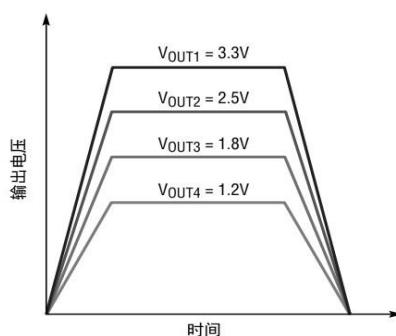
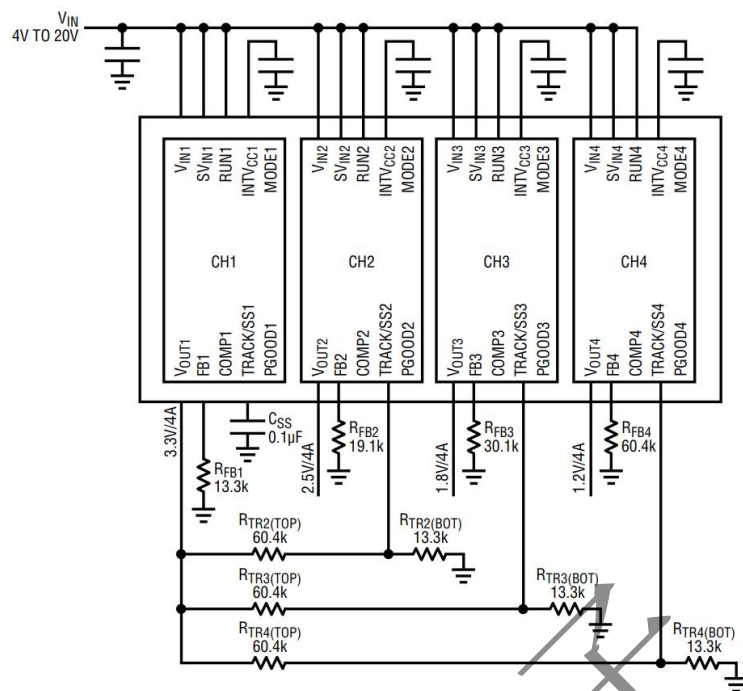
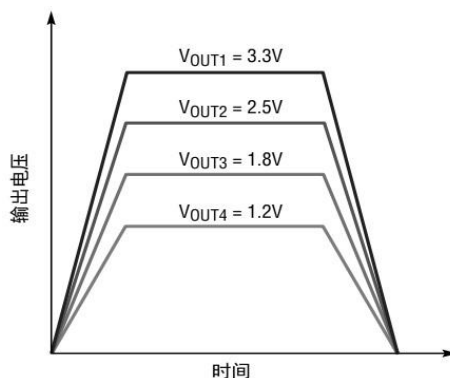

图 18 输出比例跟踪波形
图 19 输出比例跟踪原理图
图 20 输出重合跟踪波形
其中 CSS 是 TRACK/SS 引脚上的电容。在软启动过程中，电流折返和强制连续模式被禁用。输出电压跟踪还可以使用每个稳压器通道的 TRACK/SS 引脚进行外部编程。输出可以用另一个调节器上下跟踪。图 18 和图 19 显示了比率跟踪的示例波形和原理图，其中从稳压器（VOUT2、VOUT3 和 VOUT4）的输出压摆率与主稳压器（VOUT1）成正比。
RFB (SL) 是反馈电阻。RTR (TOP) /RTR (BOT) 是从稳压器 TRACK/SS 引脚上的电阻分压器，如图 19 所示。根据上式，主设备的输出压摆率 (MR) 和从设备的输出压摆率 (SR) (单位为伏特/时间) 由下式确定：
例如，VOUT (MA) =3.3V，MR=3.3V/ms，VOUT (SL)=1.2V，SR=1.2V/ms，如图 19 所示的 VOUT1 和 VOUT4。从方程中可以看出，RTR4 (TOP) =60.4k 和 RTR4 (BOT) =13.3k 是一个很好的组合。按照相同的方程式，我们可以得到 VOUT2 和 VOUT3 的相同 RTR (TOP) /RTR (BOT) 电阻分压器值。当使用电阻分压器对特定通道进行跟踪时，TRACK 引脚将接通 1.7μA 电流源。这将对 TRACK 引脚输入施加偏移。可以使用与根据上述公式计算出的电阻值具有相同比率的较小值电阻器。例如，如果使用 60.4k，则可以使用 6.04k 将 TRACK 引脚偏移减小到可忽略的值。重合输出跟踪可以被认为是一种特殊的比率输出跟踪，其中主机的输出转换速率 (MR) 与从机的输出转换速率 (SR) 相同，波形如图 20 所示的。